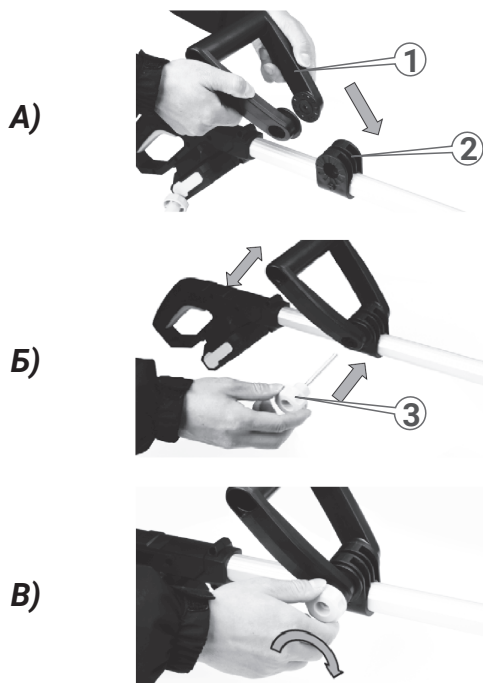

Рисунок 2. Схема встановлення та регулювання кута нахилу переднього руків'я.
1. Приєднати передне руків'я до тримача переднього руків'я, як зображено на рисунку нижче (А, рис. 2).
2. Закріпити його гайкою (Б, рис. 2) та надійно затягнути її проти годинникової стрілки.
3. Відрегулювати кут нахилу переднього руків'я (рис. 2.) та зафіксувати гайкою проти годинникової стрілки.